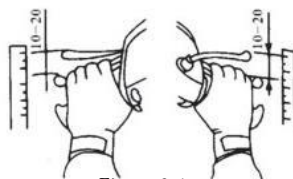

Figura 3-1
1.3 Verificarea frânelor din față și din spate: atunci când țineți mânerul frânei, de la momentul în care începeți să îl apăsați până când simțiți rezistență (adică frâna a început să funcționeze), cursa mânerului trebuie să fie între 1 mm și 20 mm (maximum 25 mm). Așa cum se arată în Figura 3-1, testați dacă deplasarea capetelor mânerului se încadrează în intervalul specificat.